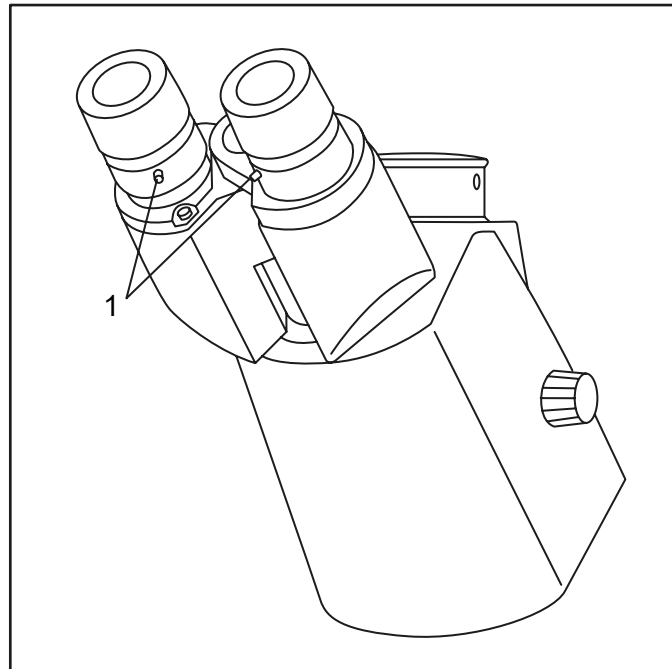

Figura 15.
3. Bloqueo del ocular (Figura 15).